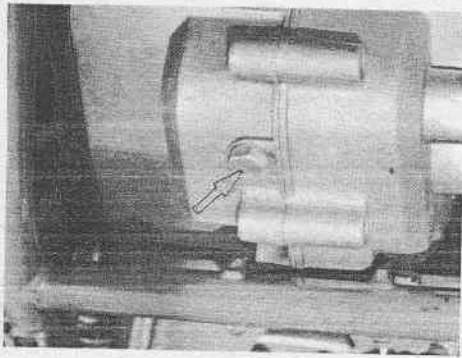

Fig. 10 - Vite scarico olio posta sotto il motore
- smontare la piastra paramotore fissata al telaio, sotto il motore, quindi svitare la vite scarico olio (Fig. 10).